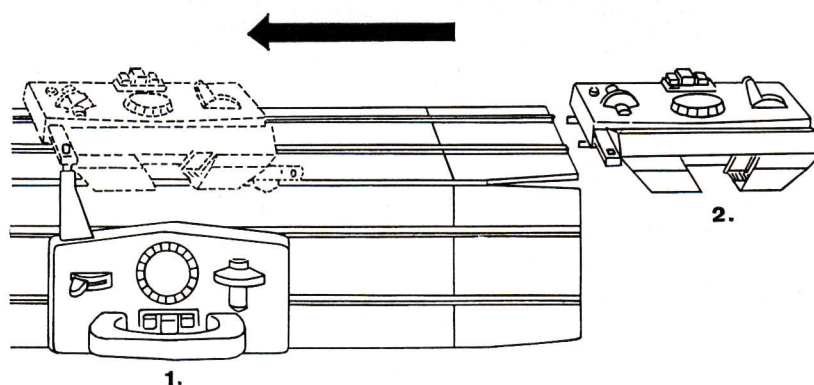

Fig. 18
2. Achterste slot van rechts op het achterste naalden-bed schuiven, fig. 18.